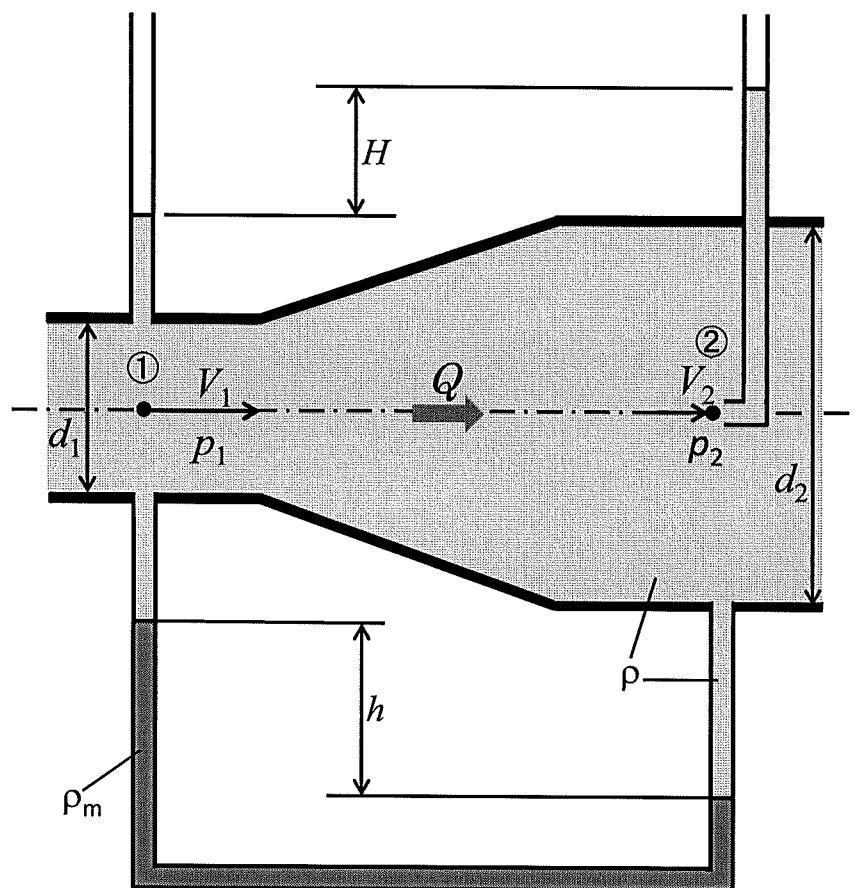

图 2
2. 図2に示すように、内径が $d_1[\text{m}]$ から $d_2[\text{m}]$ に緩やかに拡大する円管の中を密度 $\rho[\text{kg/m}^3]$ の水が体積流量 $Q[\text{m}^3/\text{s}]$ で流れている。流れは非圧縮性定常流れで円管内でのエネルギー損失はないものとし、次の問に答えよ。(重力加速度は $g[\text{m/s}^2]$ とする。)